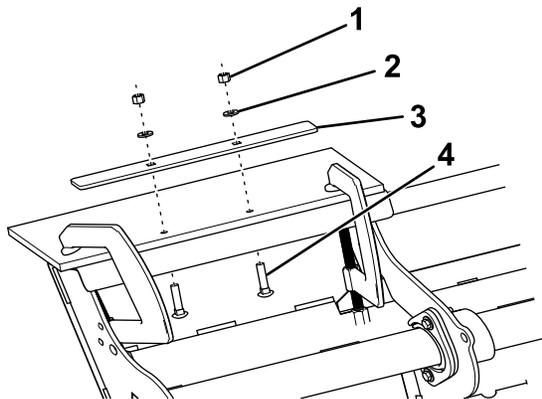

Bild 13
6. Befestigen Sie einen rechteckigen Streifen mit zwei Schlossschrauben ($\frac{5}{16}$ "), zwei Unterlegscheiben ($\frac{5}{16}$ ") und zwei Nylon-Sicherungsmuttern ($\frac{5}{16}$ ") in den Bohrungen eines jeden kurzen Lamellenabschnitts, wie in **Bild 13** dargestellt.